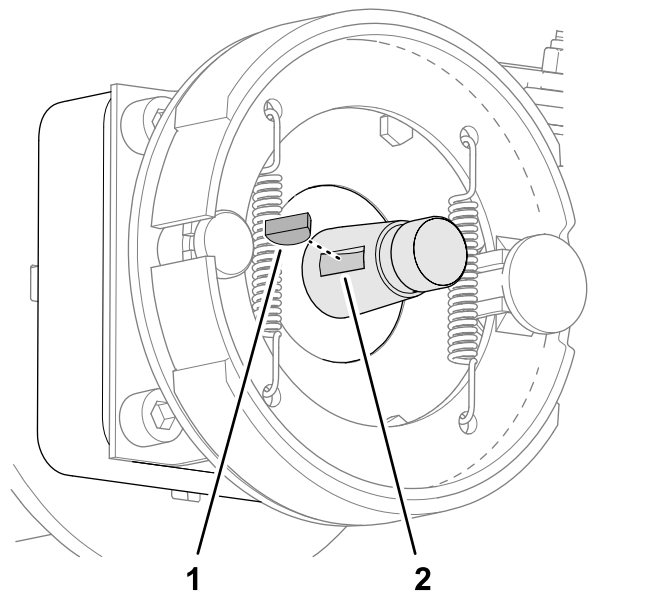

Figura 79
5. Rimuovete la chiave di Woodruff dall'albero motore della ruota (Figura 79).